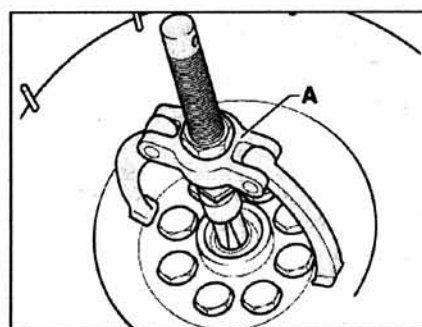

Рис. 2.64. Извлеките подшипник с помощью съемника А.
1. Извлеките подшипник с помощью съемника А (рис. 2.64).